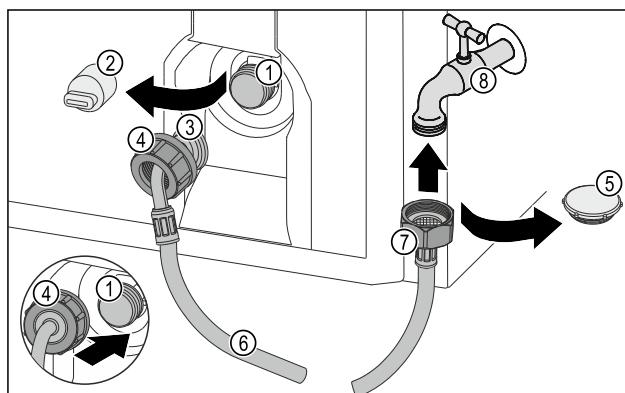

Fig. 32
- Снимите заглушку Fig. 32 (5).
- Прямой конец шланга Fig. 32 (7) подсоедините к крану для воды Fig. 32 (8).
- Навинтите гайку на прямом конце шланга Fig. 32 (7) по часовой стрелке.